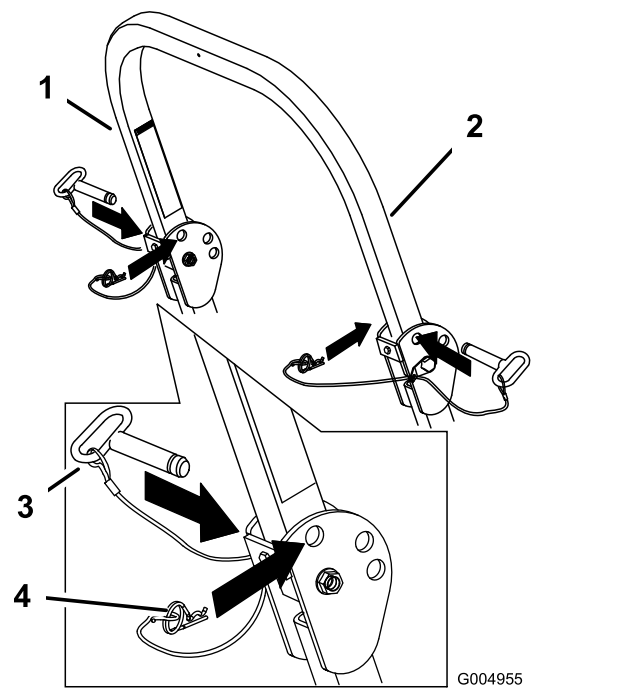

Figura 9
1. Retire las chavetas y retire los dos pasadores (Figura 9).
3. Instale los dos pasadores y sujételos con las chavetas (Figura 9).
2. Eleve la barra anti-vuelco a la posición vertical, instale los dos pasadores y sujételos con las chavetas (Figura 9).